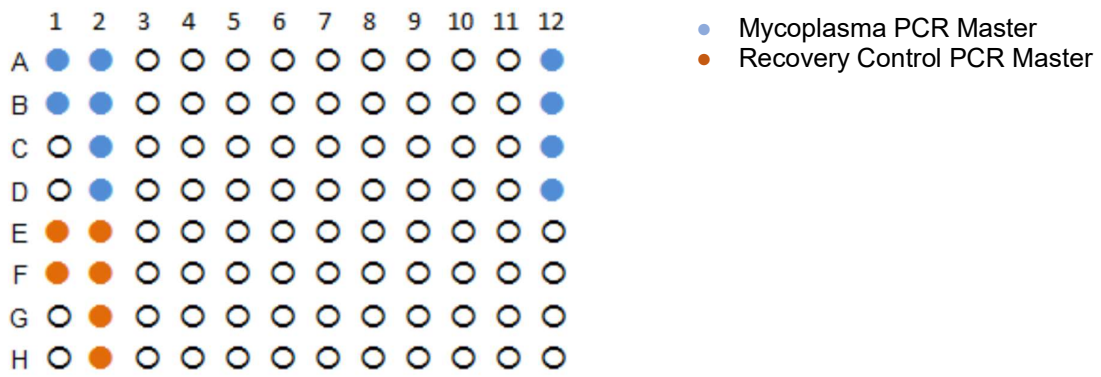
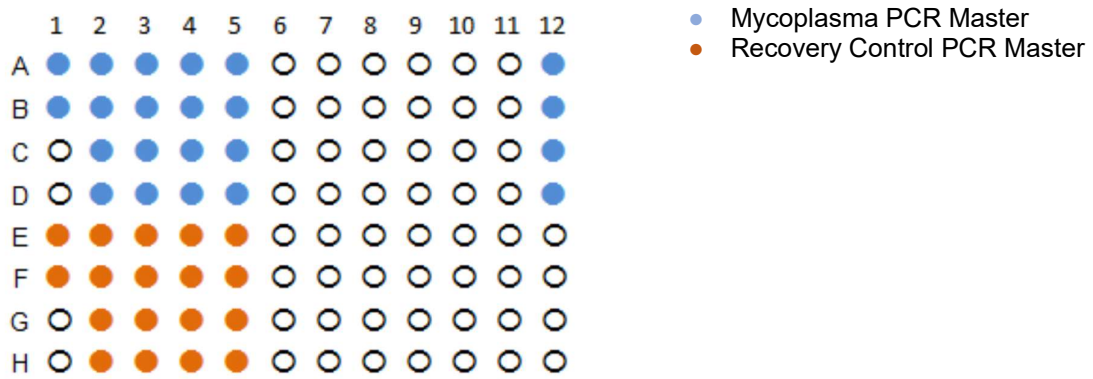

図 2a : 1 サンプル/プレートの場合の配置案。
図 2b : 複数サンプル/プレートの場合の配置案 (4 サンプル/プレートの例)。
下の図は、すべての標準物質とコントロールを含む、1 サンプルのみ (図 2a) と複数サンプル (図 2b) のプレートのセットアップの例です。
- ① マスターミックス室で層流フードを洗浄します（漂白剤、次にエタノールまたはその他の消毒試薬を使用）。
- ② ピペット操作ツールを 10% の漂白剤で拭いた後、70% のエタノールまたはその他の消毒剤で拭きます。フードに入れる前に、他のすべての物品を 70% エタノールで拭きます。
- ③ 試薬（以下のステップ 6 を参照）を層流フード内に入れ、+15~+25°C で解凍します。
- ④ 開封する前に、ボルテックスでさっと回転させます。
- ⑤ 各ピペット操作ステップの後は、チップを交換してください。
- ⑥ プレートのセットアップ（図 2a）では、以下の表に従って 2 種類のマスターミックスを調製します。ヌクレアーゼフリー、DNA フリーのバイアルを使用してください。